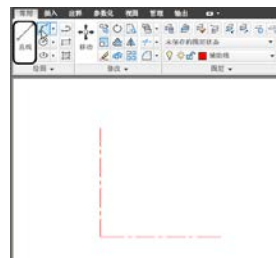

图 3.59 绘制直线
(3) 运用“直线”命令，在绘图区的任意位置指定起点，开启正交模式，输入 200，绘制一条水平直线，拾取水平直线的左端点，向上引导鼠标，输入 180，绘制一条垂直直线，如图 3.59 所示。